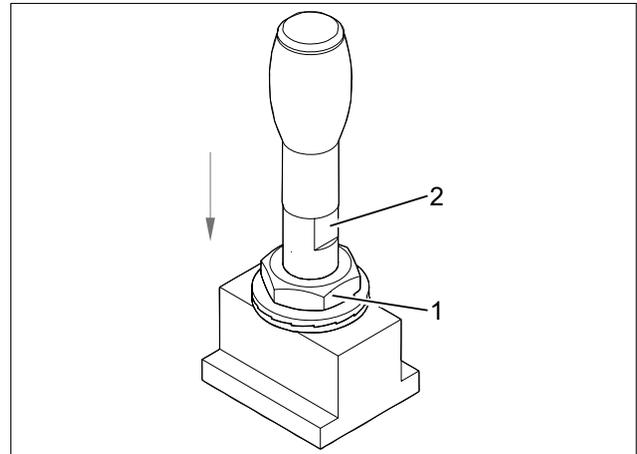

Abb. 20 Tragklotz lösen
5. Kontermutter (Abb. 20/1) am Tragklotz mit einem 17-mm-Maulschlüssel lösen.
6. Bolzen (Abb. 20/2) mit einem 8-mm-Maulschlüssel hineindreihen.